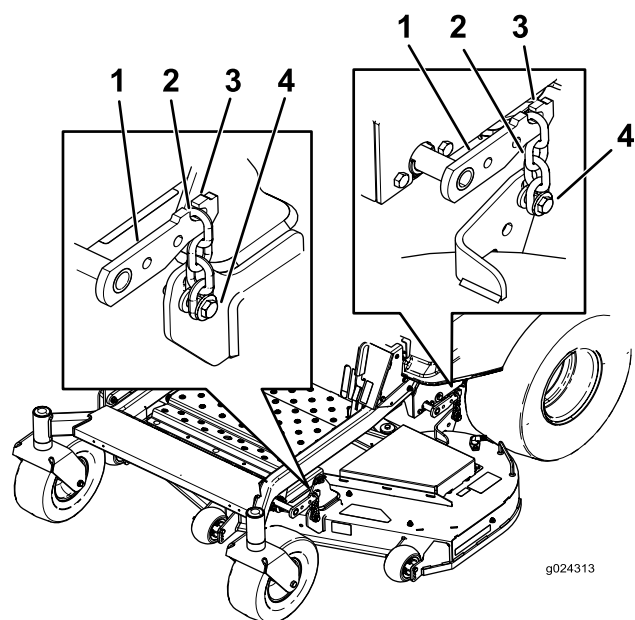

Bild 72
- Entfernen Sie die Ketten von den Haken an den Mähwerkhubarmen (Bild 72).
6. Heben Sie das Heck des Mähwerks an und befestigen Sie die Ketten an den Mähwerkhubarmen (Bild 72).
7. Befestigen Sie die vorderen Ketten an den vorderen Hubarmen (Bild 72).